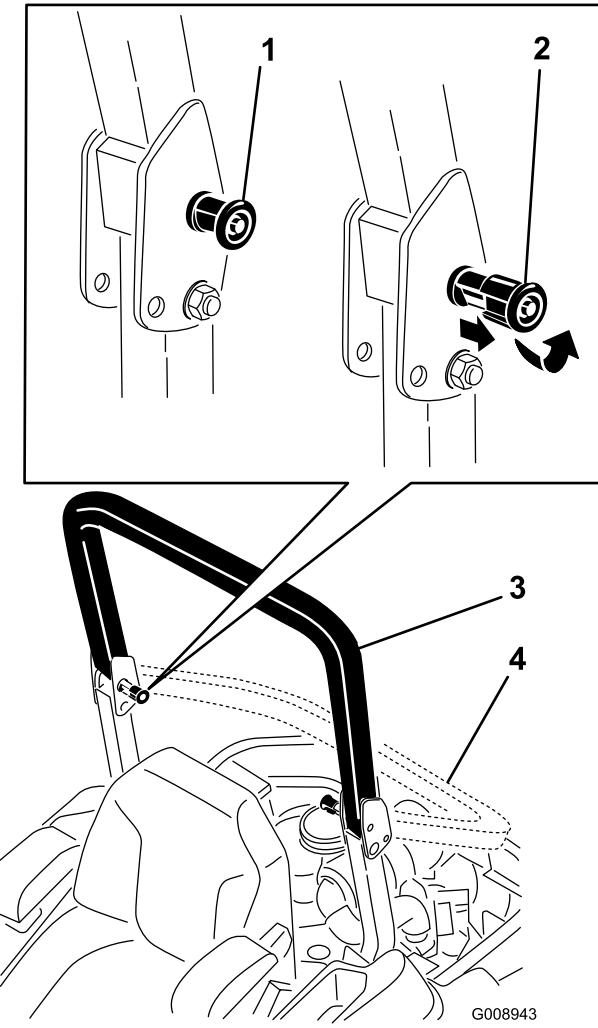

Figure 8
2. Tirez sur les deux boutons et tournez-les à 90° pour les désengager (Figure 8).
3. Descendez l'arceau de sécurité à la position abaissée (Figure 8).
4. Pour relever l'arceau de sécurité à la position d'utilisation, tournez les boutons de sorte à les déplacer partiellement dans les rainures (Figure 8).
5. Redressez l'arceau de sécurité en position relevée tout en poussant dessus ; les goupilles s'engagent en position quand les trous sont en face (Figure 8). Appuyez sur l'arceau de sécurité et vérifiez que les deux goupilles sont engagées.